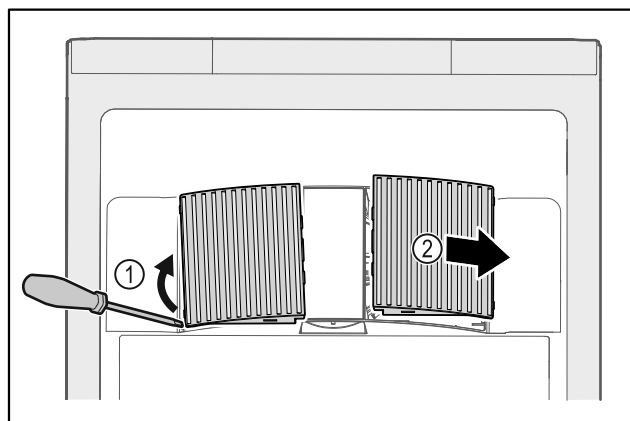

Fig. 141
- ▶ Ventilatorafdekkingen voorzichtig aan de zijkant eruit halen *Fig. 141 (1)* en naar de voorkant toe verwijderen *Fig. 141 (2)*.